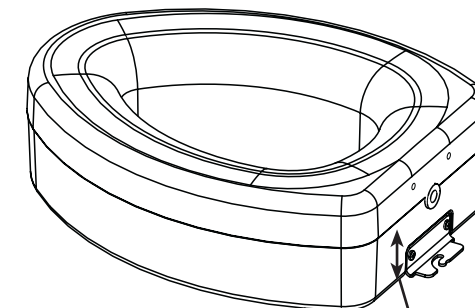

Figura 2 Ajuste para un encaje adecuado
3. Ajuste el soporte receptor usando un destornillador Phillips #2 de modo que el lado inferior del soporte haga contacto y quede a ras del borde de porcelana (**vea la Figura 2**).